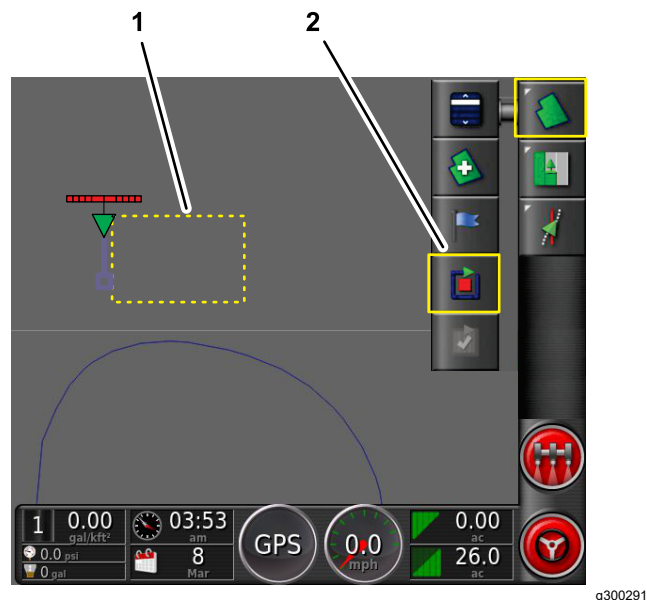

Figura 46
1. Alinhe a parte central externa da roda dianteira esquerda no primeiro vértice do limite do campo e pare a máquina (Figura 46).